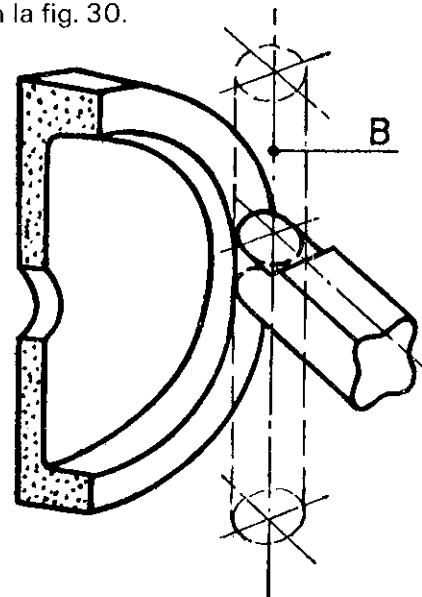

Fig. 32
1.º) Con el eje de pivotación vertical **B**, según se puede apreciar en la fig. 32, el eje de la muela horizontal e inclinando la cuchilla con el ángulo de incidencia adecuado, se obtiene una proyección inclinada del radio y en consecuencia un ángulo de incidencia variable, no obstante tiene la ventaja de mantener el radio de origen en sucesivos reafilados, por ser su perfil constante.